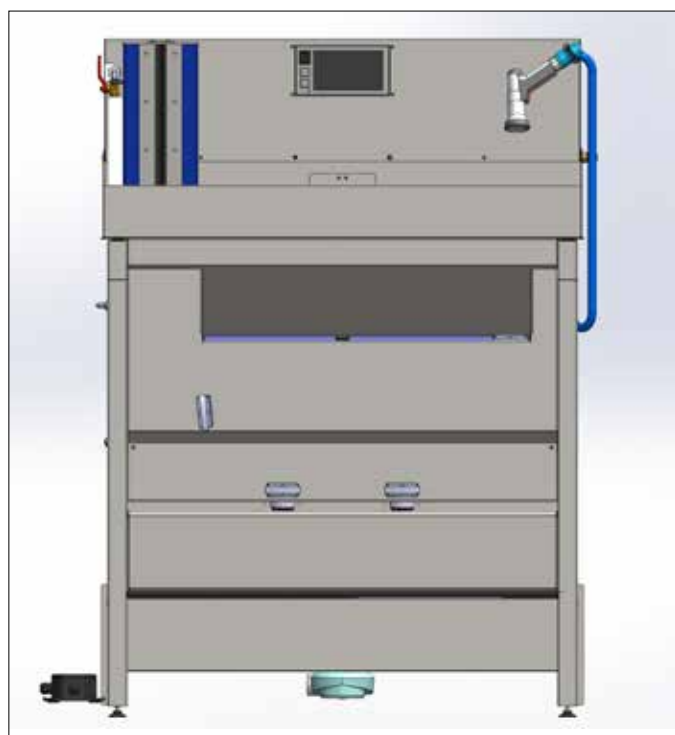

Fig. 1
Dopo aver posizionato l'apparecchio, collegare lo scarico in dotazione (7) fig. 1, 2 alla tubazione di scarico presente in loco. Altezza massima dello scarico in loco: 100 mm.
- Pulire gli utensili / contenitori con la doccetta (6) Fig. 1
- Pulizia dei rulli nel TurboWash (5) Fig. 1, 2
- Accendere l'impianto tramite l'interruttore di accensione/spegnimento del (4) Fig. 1